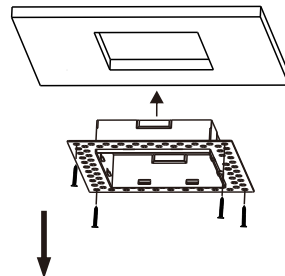

图9
3. 披灰处理，保证预埋框与天花板平齐，如图9；
7.安装好后视图效果如图9所示，确认一切无误后即可通电使用。